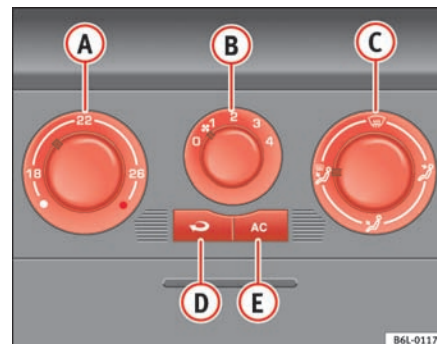

Fig. 91 Instrumentpanel med betjeningselementer til aircondition
- Du kan indstille temperatur, luftfordeling og blæsertrin ved hjælp af kontakterne ⇒ fig. 91 **A**, **C** og **B**.